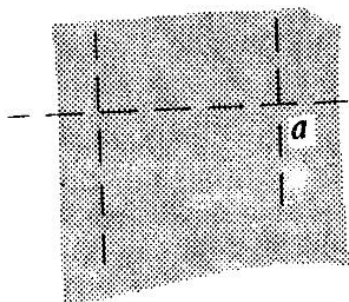

Fig. 200
3. Проложите наметочные стежки перпендикулярно линии расположения в точках начала и конца петли, чтобы отметить линии ее окончания. Они должны продолжаться выше и ниже петли не менее, чем на 2,5 см. Каждая размеченная петля будет похожа на букву «Н» (рис. 200а). Для облегчения задачи проложите все линии окончания в виде двух линий сразу. Результат будет похож на лесенку (рис. 200б)
4. Отметьте линию середины на правой и левой деталях изделия, если вы этого еще не сделали. Линия середины должна проходить в 3 мм от концов петель (рис. 200в). Совмещайте ее во время примерки.
Рис. 200а, б, в